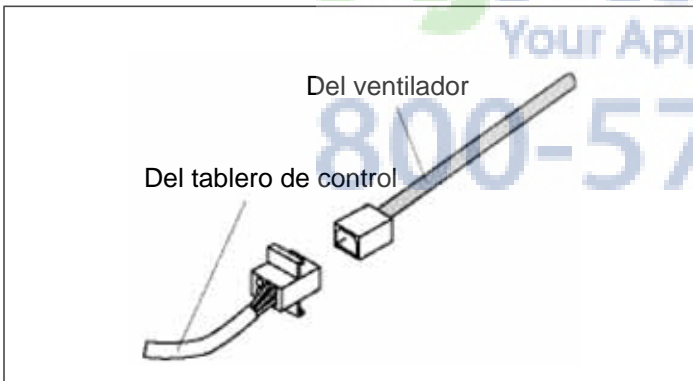

Figura 19: Cableado de la campana con un ventilador integrado
3. Conecte el enchufe de conexión Molex en el conector situado en el interior de la campana, como se muestra en la Figura 19.